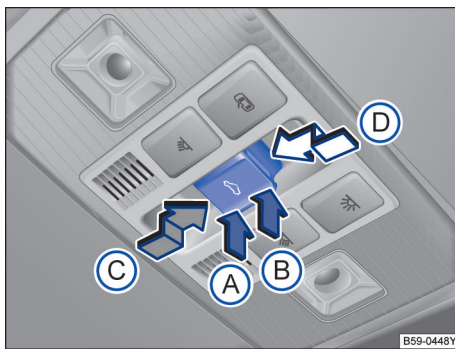

图 58 顶篷上的天窗控制按钮
按钮→图 58 设有 2 挡位置。1 挡位置：可完全打开天窗，或部分翻开天窗，打开或关闭天窗。
- 触发防夹功能后 5 秒钟内按压 **按钮** → 图 58，沿箭头①方向将按钮保持在 2 挡位置，直至天窗完全关闭。